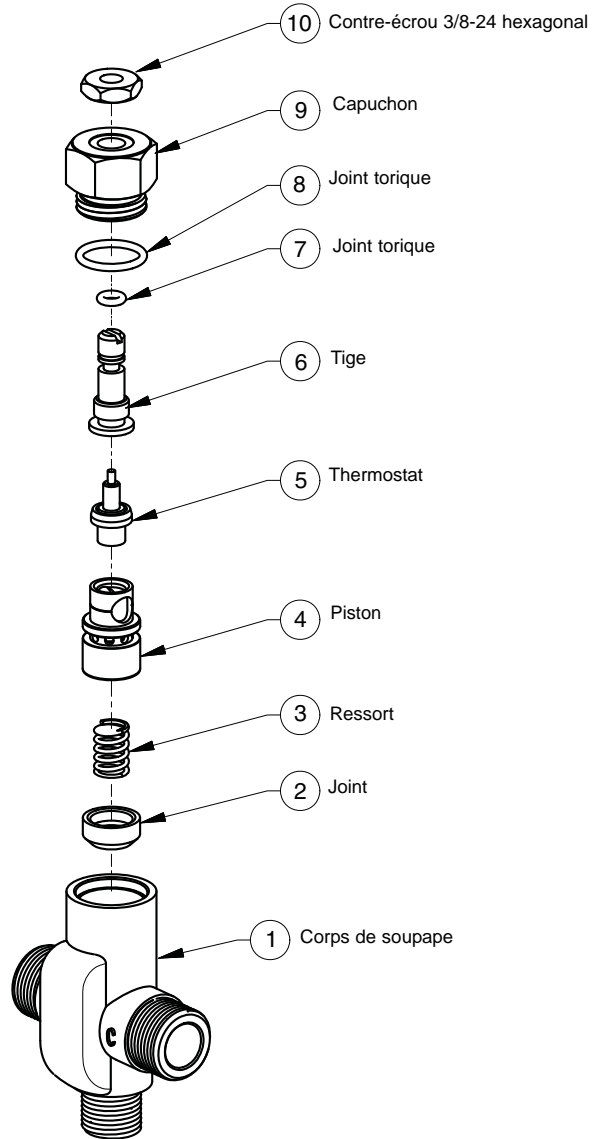

Figure 14
1. Retirer le capuchon du robinet et le thermostat (voir la Figure 14 en page 57).